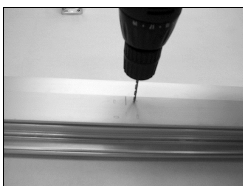

Рис. 3
- C. Используйте соответствующую сверлильную головку, чтобы перфорировать оконную раму и собрать опорный кронштейн двигателя, стараясь хорошо затянуть все винты (Рис. 3 и Рис. 3bis).
Рис. 3 bis
- C. Используйте сверлильную головку соответствующего размера, чтобы перфорировать оконную раму и собрать опорный кронштейн двигателя, стараясь надежно закрепить винты на месте (Рис. 3 и Рис. 3bis).